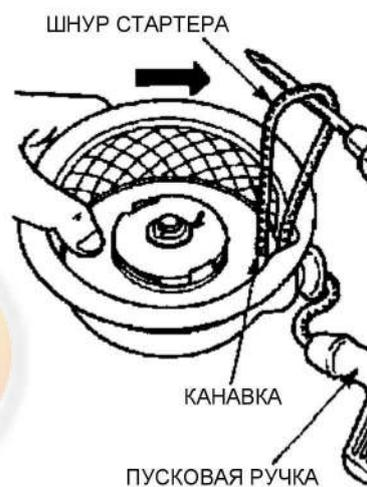

Рис. 79
- (1) С помощью накидного ключа снять ручной стартер с двигателя.
- (2) Потянуть пусковую ручку и вытянуть стартовый шнур на 30-40 см. Плотно прижать шкив большим пальцем руки, как показано на Рис. 79, чтобы шкив не смог провернуться назад в том месте, где канавка шкива располагается напротив выхода стартового шнура. Отверткой вытянуть стартовый шнур с внутренней части шкива. Затем использовать канавку шкива и снова намотать шнур в направлении стрелки до упора, притормаживая вращение шкива большим пальцем.
- (1) Потянуть ручку пуска 2-3 раза и немного вытянуть стартовый шнур.
- (2) Потянуть пусковую ручку и вытянуть стартовый шнур на всю длину.
- a) Если стартовый шнур частично остался на катушке, или совсем не возвращается обратно, пружина находится в состоянии чрезмерного натяжения. Тогда перемотайте стартовый шнур 1 или 2 раза по инструкции на Рис. 79.